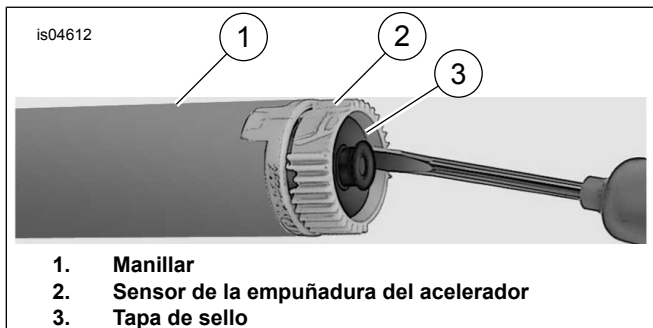

Figura 1. Quite la tapa de sello
- Vea Figura 1 . Inserte un destornillador u otra herramienta de punta plana en el área plana en uno de los lados de la tapa del sello.